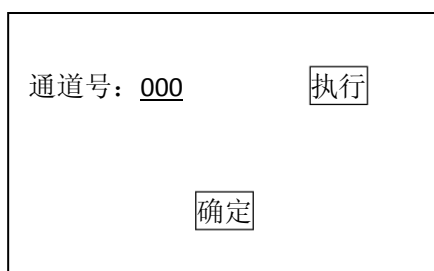

图 1-6
- 6) 输入通道号 000，点击【执行】进行清除。如图 1-6；